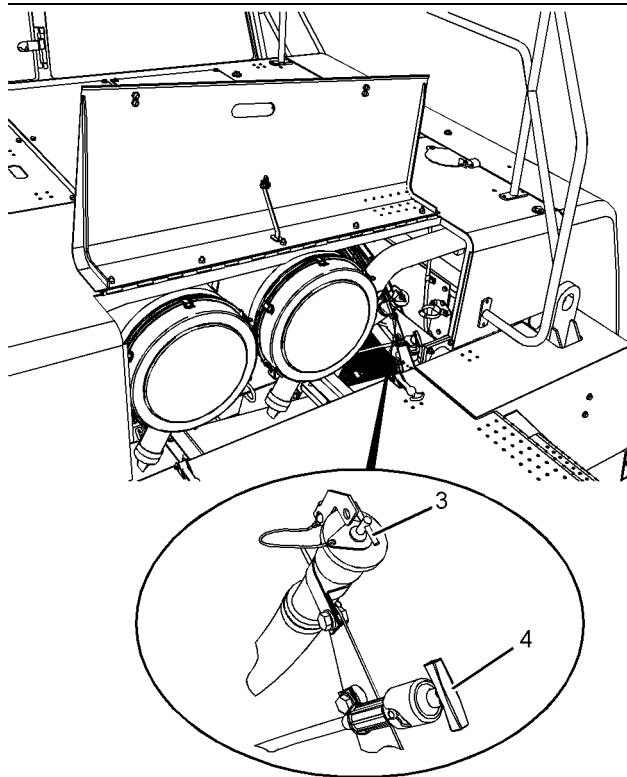

Ilustración 199
12. Quite la tapa del tubo de llenado del aceite (3). Consulte la ilustración 199. Llene el cárter con aceite. Consulte el Manual de Operación y Mantenimiento, "Viscosidades de lubricantes" para obtener información sobre el tipo de aceite. Consulte el Manual de Operación y Mantenimiento, "Capacidades (llenado)" para saber la cantidad de aceite.